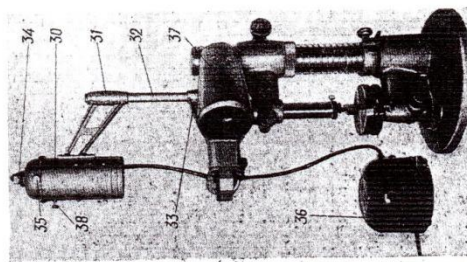

Рис. 8
**Проекционная насадка ПН-61.** Тубус 30 (рис. 8) осветителя жестко связан с кронштейном 31 и штангой 32. Кронштейн 33 в нижней части штанги обеспечивает